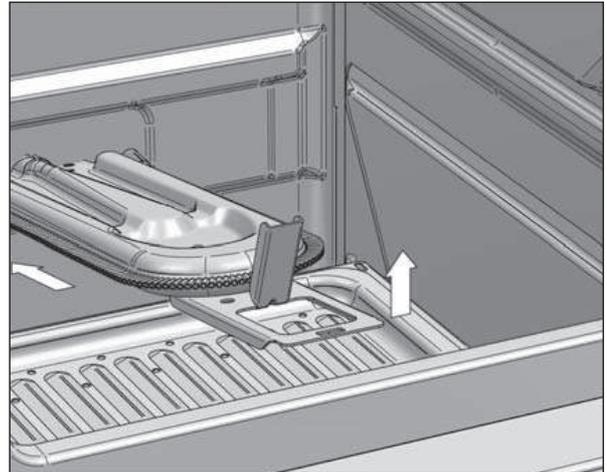

Fig. 16
2. Retire el quemador empujándolo hacia el fondo de la cavidad y levantándolo en la dirección que indica la figura 15, de forma tal que se libere la traba de acero inoxidable indicada en el detalle de la figure 16.